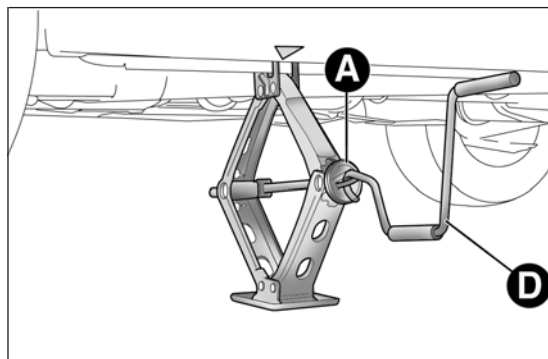
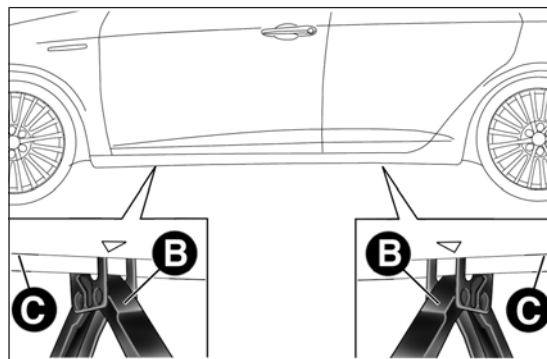

fig. 124
fig. 125
- aziona il dispositivo A fig. 124 in modo da distendere il cric, sin quando la parte superiore B fig. 125 si inserisce correttamente sul longerone C;
- inserisci la manovella D fig. 124 nella sede sul dispositivo A, aziona il cric e solleva la vettura, sino a quando la ruota si alza da terra di alcuni centimetri;
- aziona la manovella D fig. 124 del cric in modo da abbassare la vettura. Successivamente estrai il cric;